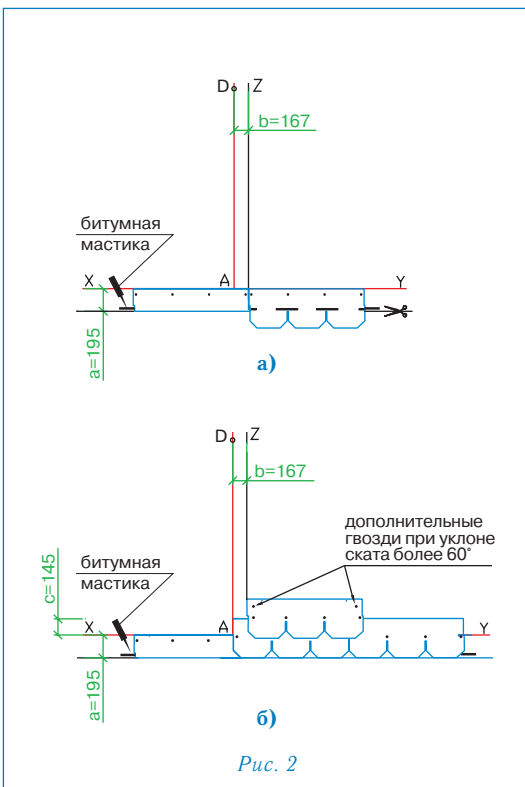

Рис. 2
### Укладка материала (рис. 2)
- Начальный ряд формируется из листов черепицы ЛИБЕРТИ с обрезанными лепестками. Полученные таким образом полосы шириной 19,5 см укладываются по линии карниза в обе стороны от линии Z (рис. 2а) и фиксируются по нижнему краю битумной мастикой, а по верхней кромке 4 гвоздями (ось гвоздей на 5 см ниже верхнего края полосы);
- далее первый ряд черепицы укладывается от линии AD (рис. 2б);
- второй ряд укладывается от линии Z (со смещением 16,7 см от AD) (рис. 2б);
Каждый лист черепицы ЛИБЕРТИ крепится 4 гвоздями таким образом, чтобы гвоздь прошивал и верхний край низлежащего листа черепицы (рис. 2б).